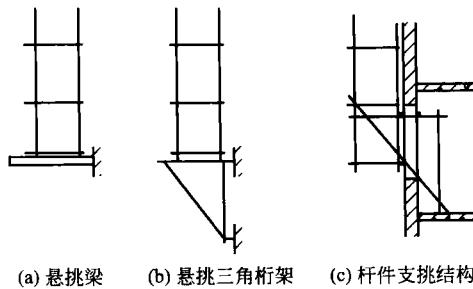

图 1-1 挑脚手架的挑支形式
外脚手架。凡搭设在建筑物外围的脚手架,统称为外脚手架 (1)落地脚手架。从地面搭起,建筑物有多高,它也要搭多高。这种脚手架对外墙砌筑、墙面质量控制有着很大作用,但需要大量脚手架材料,搭设费工费时。建筑物越高,脚手架的稳定性越差,所以高层建筑的落地脚手架要采取相应的稳固措施 (2)挂脚手架。挂靠在墙上或柱上的脚手架,随工程的进展上下移挂 (3)吊脚手架。从屋面或楼板上悬吊下来,利用起重机具逐步提升或下降 (4)挑脚手架。从墙上向外挑出,其挑支方式有以下 3 种(见图 1-1) ①架设于专用悬挑梁上 ②架设于专用悬挑三角桁架上 ③架设于由撑拉杆件组合的支挑结构上。其支挑结构有斜撑式、斜拉式、拉撑式和顶固式等多种 (5)爬架。附着于工程结构,依靠自身提升设备实现升降的悬空脚手架 (6)水平移动脚手架。带行走装置的脚手架(段)或操作平台架